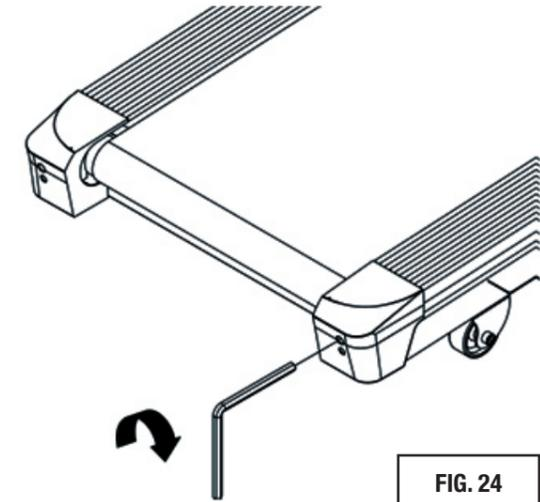

FIG. 24
- ▶ Se il nastro scorrevole tende ad andare, durante il rotolamento, verso destra è necessario intervenire sulla vite di regolazione destra (Fig. 24), girando in senso orario un quarto di giro per volta.